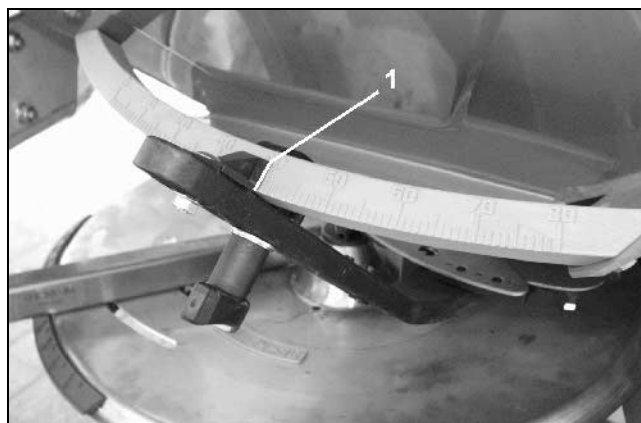

Fig. 44
- Betjen tasten inntil avlesningskanten (Fig. 44/1) for venstre doseringsspjeld viser nødvendig spjeldstilling.